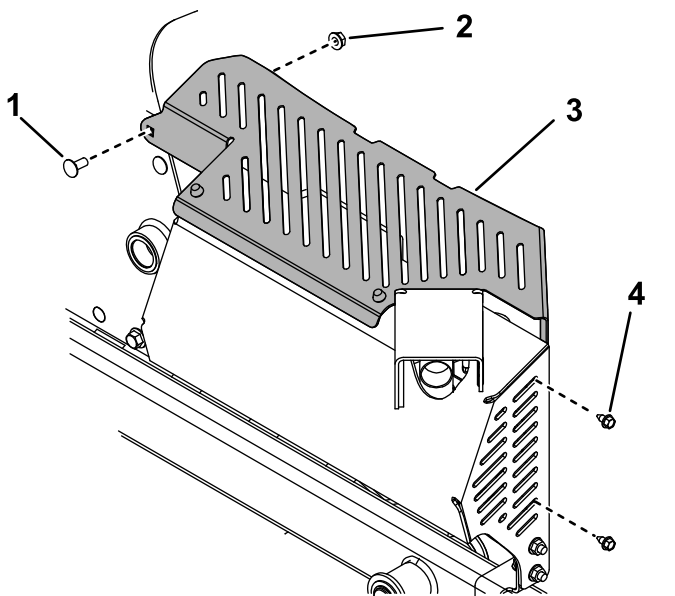

Figura 27
11. Retire el protector térmico (Figura 27).